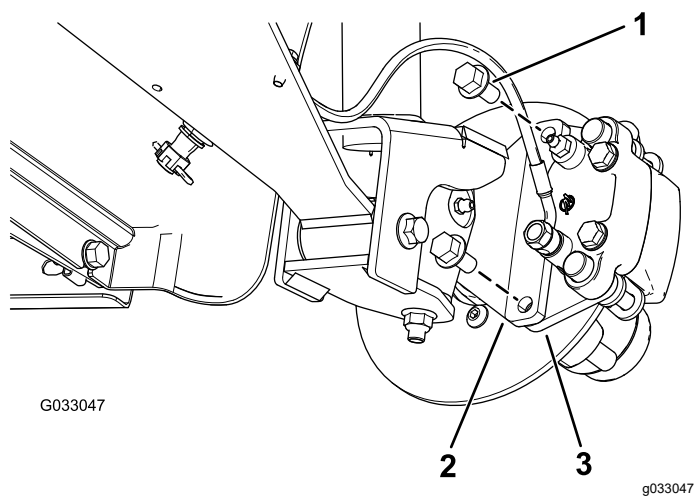
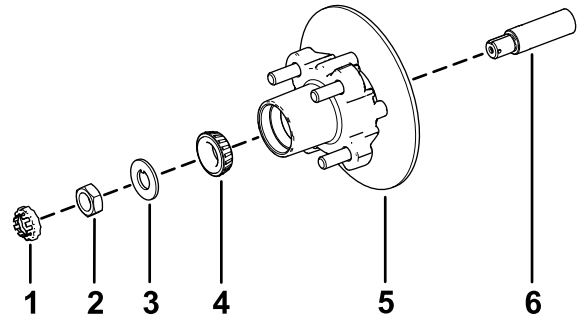

Figure 31
Figure 35
3. Retirez les boulons à embase ($\frac{3}{8}$ " x $\frac{3}{4}$ ") qui fixent le support du frein à la fusée et séparez le frein de la fusée (Figure 31).
1. Appliquez une fine couche de la graisse spécifiée sur la fusée (Figure 35).
2. Montez le moyeu et le rotor sur la fusée en plaçant le rotor à l'intérieur (Figure 35).
3. Montez le roulement extérieur sur la fusée et poussez le roulement contre la bague (Figure 35).
4. Montez la rondelle-frein à languette sur la fusée (Figure 35).
5. Vissez l'écrou de fusée sur la fusée et serrez l'écrou à 15 N·m tout en tournant le moyeu pour bien asseoir le roulement (Figure 35).
2. Alignez les plaquettes de frein de chaque côté du rotor (Figure 31) et alignez également les trous dans le support d'étrier et ceux de la fixation du frein sur le porte-fusée (Figure 35).
3. Fixez le support d'étrier au porte-fusée (Figure 31) à l'aide de 2 boulons à embase ($\frac{3}{8}$ " x $\frac{3}{4}$ ").